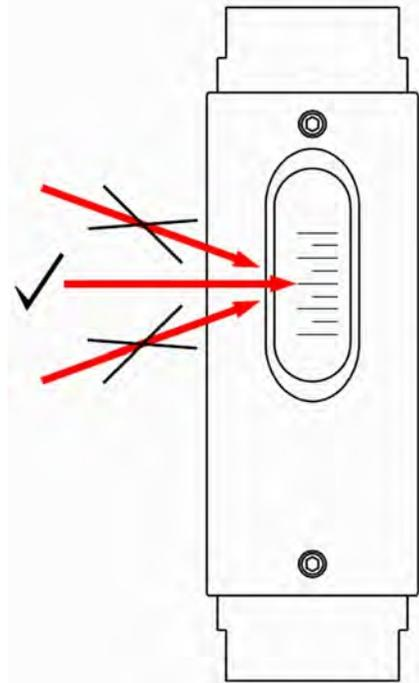

Abb. 33: Messskala ablesen
- 2.** ▶ Geradeaus auf die Messskala blicken (Abb. 33, mittlerer Pfeil). Durch einen Blickwinkel von oben oder unten kann der Ablesewert verfälscht werden